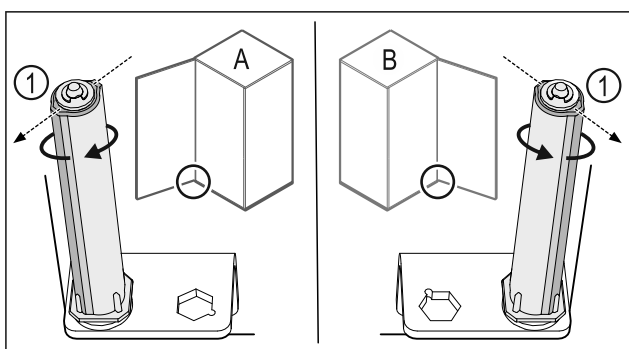

Fig. 35 Μεντεσέδες αριστερά (A) / Μεντεσέδες δεξιά (B)
- Περιστρέψτε το σύστημα κλεισίματος κόντρα στην αντίσταση, μέχρι ο κορμός του συστήματος κλεισίματος Fig. 35 (1) να είναι στραμμένος προς τα έξω.